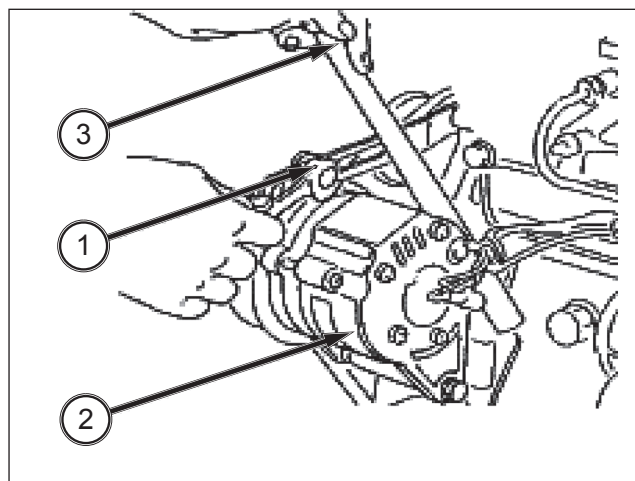

ABB. 98
ABB. 98 und 99: Den Ablassschlauch (3) rechts am Motor abziehen, um das Kühlmittel ablaufen zu lassen. Gleichzeitig den Kühlerdeckel (5) öffnen, damit das Kühlmittel besser abläuft. Den Ablassstopfen (4) rechts vom Motor öffnen, um das restliche Kühlmittel ablaufen zu lassen.